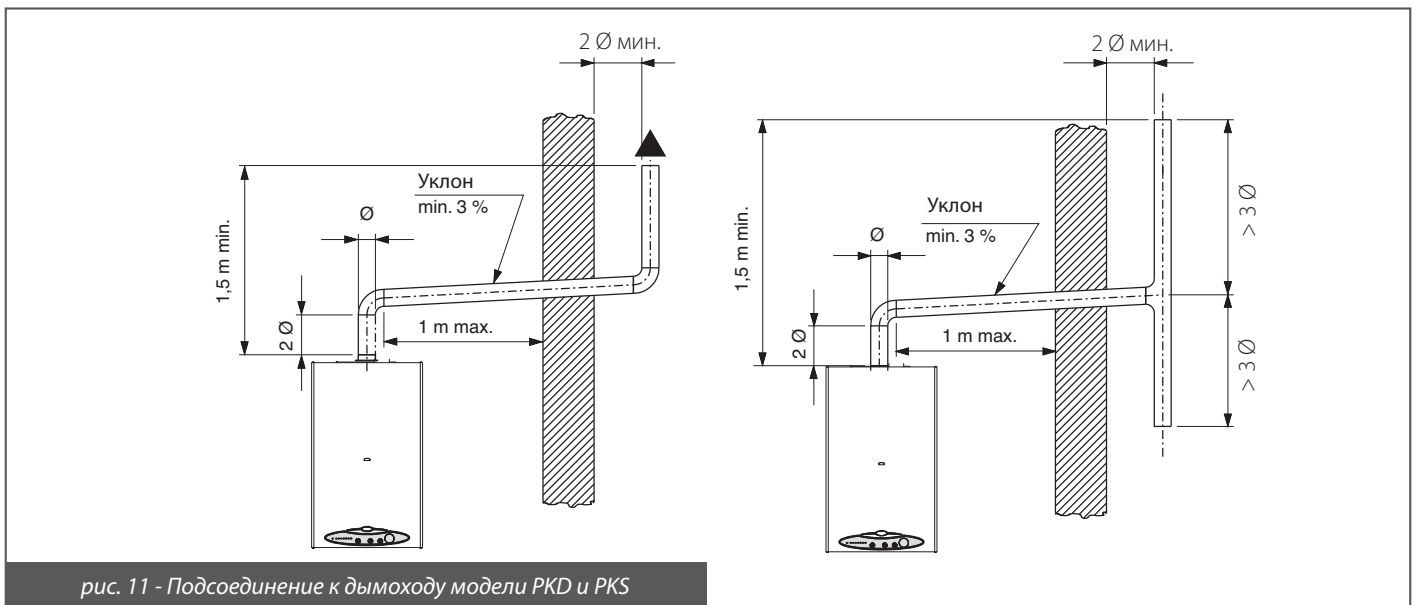

рис. 11 - Подсоединение к дымоходу модели PKD и PKS
- вытяжной блок должен находиться выше, минимум на 1,5 м, уровня точки крепления вытяжной трубы к котлу (см. рис. 11).